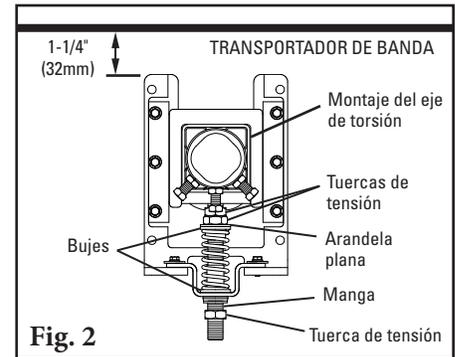

Fig. 2
2. **Instale el eje.** Deslice el eje en un montaje del eje de torsión tanto como sea necesario y ubique el otro extremo en el montaje opuesto (Fig. 2). Si no hay suficiente espacio, quite uno de los montajes del eje de torsión de la base de montaje, deslice el eje a través de la base de montaje y vuelva a ensamblar (Fig. 2a).
- Reemplace la manga.** Coloque la manga sobre la barra de ajuste y gírela hasta que llegue a la mitad del buje. Reemplace la tuerca de tensión inferior y apriete hasta que bloquee la manga en su lugar (Fig. 2).
2. **Instale el eje.** Deslice el eje en un montaje del eje de torsión tanto como sea necesario y ubique el otro extremo en el montaje opuesto (Fig. 2). Si no hay suficiente espacio, quite una de las bases de montaje, deslice el eje a través del montaje del eje de torsión y vuelva a montar la base.
2. **Desensamble la bolsa de aire y la placa de montaje superior.** Quite y guarde la tuerca del buje. Quite y deseche la placa de montaje superior. Quite (desatornille) y guarde la bolsa de aire, el accesorio roscado y la placa de soporte (Fig. 2). **Opcional:** quite los bujes guía. Esto no afecta el tensor si se dejan en su lugar.